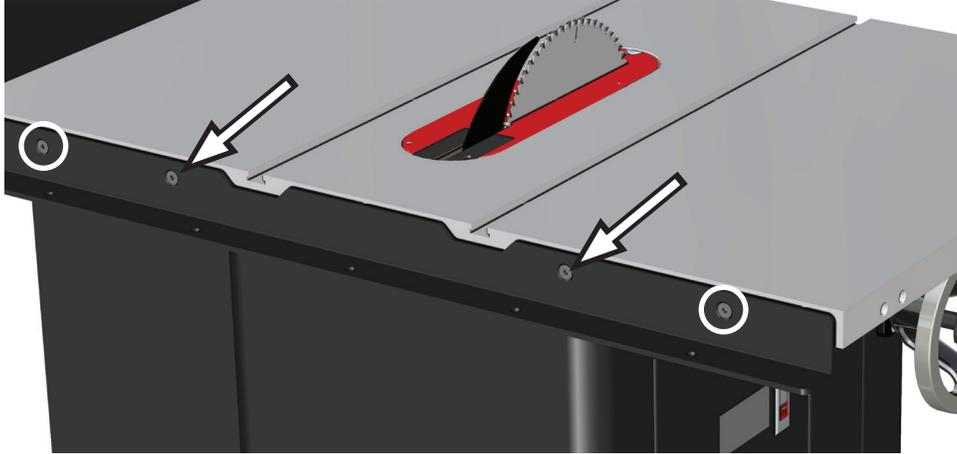

Fig. 2
2. **Installation du rail arrière** : Vous installez le rail arrière comme vous avez installé le rail avant, sauf que vous voudrez probablement laisser le rail arrière un peu lâche jusqu'à ce que la table à rallonge soit installée. Le rail arrière est fixé à la table principale par deux boulons à tête fraisée à six pans creux M8 x 25 (6), comme indiqué par les flèches sur la figure 2. Positionnez le rail arrière le long de l'arrière de la table avec les découpes situées en haut du rail centrées sur les fentes du guide à onglets de la table. Vissez les boulons dans les trous filetés et serrez à l'aide du commande hexagonal de 5 mm. Voir Fig.2
Montez le rail arrière sur chaque rallonge à l'aide d'un boulon à tête fraisée à six pans creux M8 x 35 (2), d'une rondelle M8 (3), d'une rondelle de loquet M8 (4) et d'un écrou hexagonal M8 (5) pour chaque des trous indiqués par les cercles de la fig. 2. Si nécessaire, poussez ou tirez les rallonges avant de serrer les écrous pour vous assurer que les rallonges sont parallèles à la table. Comme mentionné ci-dessus, il est généralement plus facile de laisser les boulons dans le rail arrière légèrement desserrés jusqu'à ce que la table à rallonge soit installée, car il peut s'avérer difficile de positionner la table à rallonge entre les rails si les deux rails sont serrés.